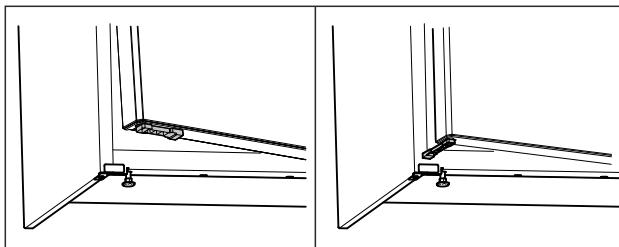

Fig. 63 *
- Завъртете ограничителя за отваряне на вратата на 90°. (виж Fig. 63) *